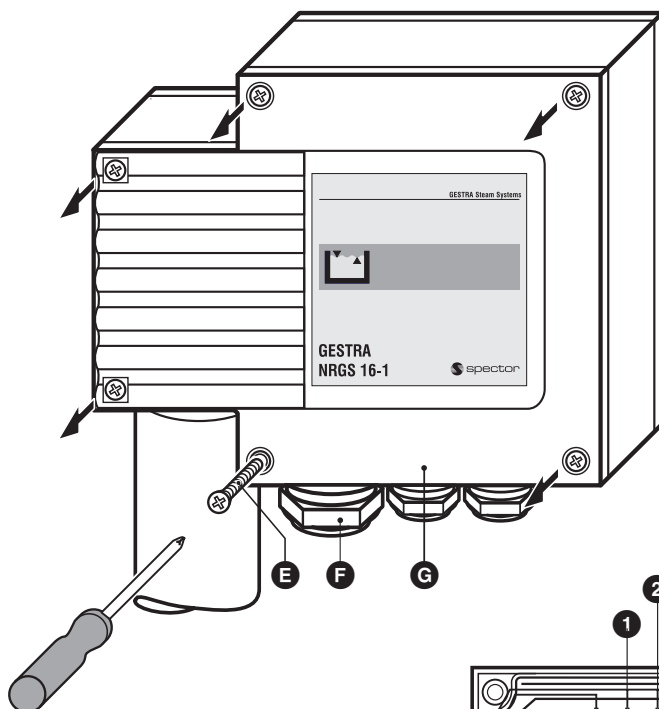

Fig. 5
1. Schrauben **E** lösen und herausdrehen, Gehäusedeckel **G** abnehmen. **Fig. 5**